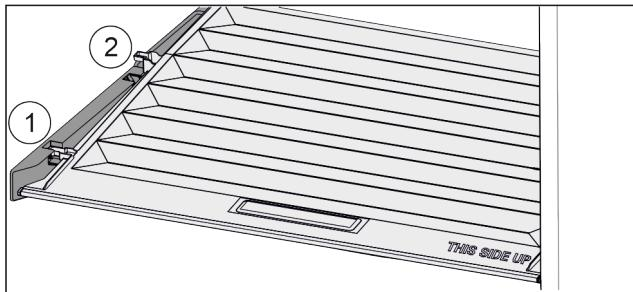

Fig. 90
- ▶ Потянуть крышку до отверстия в поддерживающих деталях вперед Fig. 90 (1).
- ▶ Поднять сзади снизу и извлечь Fig. 90 (2) движением верх.